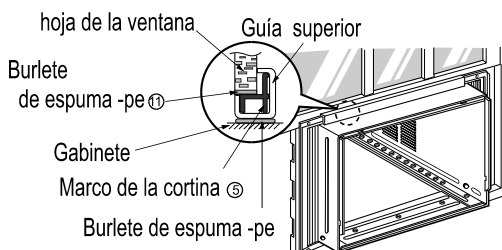

Fig. 2
2. Deslice la unidad desde el gabinete haciendo la manija de la base de la bandeja base mientras con la otra mano sostiene el gabinete. FIG.2
2. Tire la hoja inferior de la ventana detrás de la guía superior hasta que se encuentren. Fig. 2